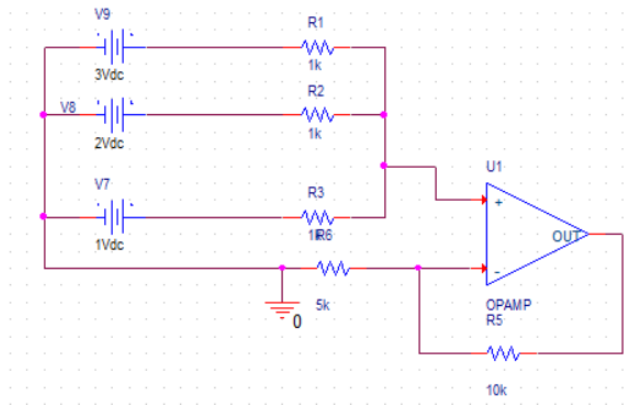

图 1 同相求和运算电路
1. 首先设计一个同相求和运算电路，3 个输入信号同时作用于集成运放的同相输入端，构成同相求和运算电路，如图 1 所示。